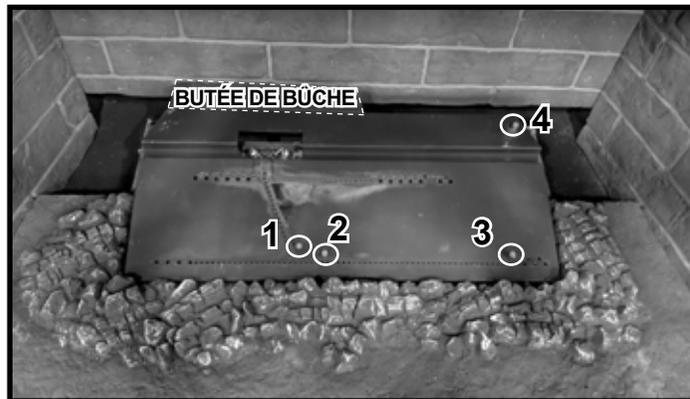

Figure 2 Emplacements des goupilles de la bûche
1. Repérez les quatre goupilles de la bûche et l'emplacement de la butée de la bûche, comme indiqué dans la figure 2.
Bûche n° 1 : Placez la bûche n° 1 comme indiqué dans la figure 3. L'extrémité droite touche la goupille de la bûche 4. Poussez la bûche en arrière jusqu'à ce qu'elle repose contre la butée de bûche illustrée à la figure 2.